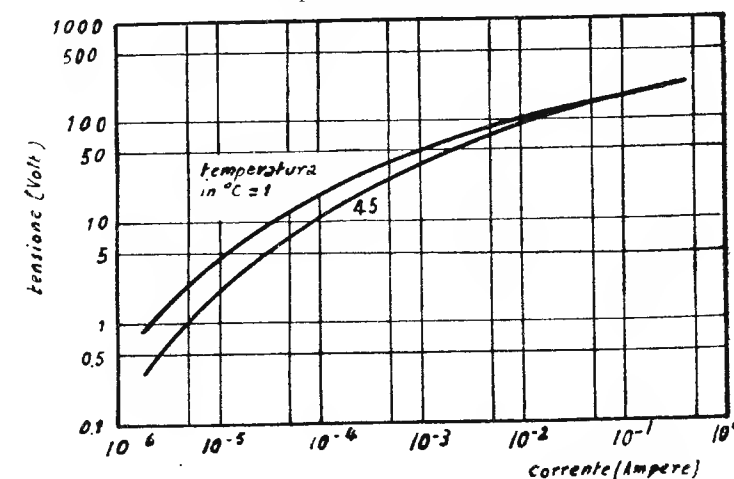

Fig. 4. - Influenza della temperatura sulla caratteristica V-I di un varistor al carburo di silicio.
**Coefficiente di temperatura.** — Come avviene per i semiconduttori che entrano nella costituzione dei raddrizzatori a strato di sbarramento, anche i varistori di thyrite presentano un coefficiente di temperatura *negativo* e di valore notevole (da 2 a 3 volte quello dei raddrizzatori al selenio o all'ossidulo di rame) (9). Il grafico di fig. 4, dovuto al Grisdale (9) illustra tale dato di fatto: la corrente raddoppia quando la temperatura viene portata da 1 a 45°C.